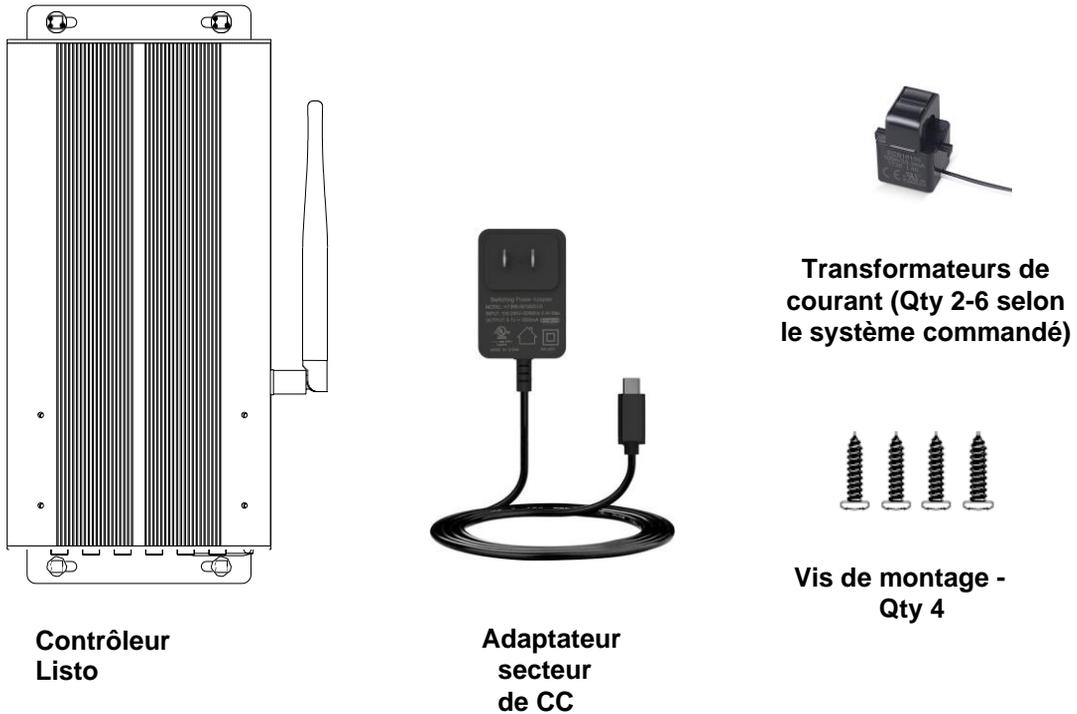

Figure 1 : composants du SMU Listo
1. Ouvrez la boîte blanche étiquetée Contrôleur Listo et retirez les articles de l'emballage de protection - enregistrez la boîte et l'emballage. Voir les figures 1 et 2 ci-dessous.